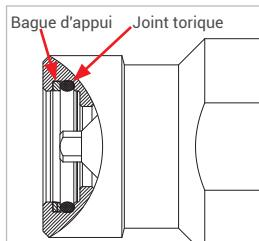
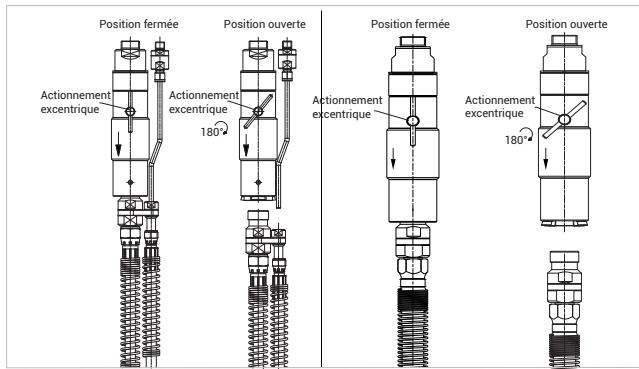

Figure 12
Figure 13
- ▶ Avant d'installer l'insert d'about, vérifier (pos. 7) que les deux composants d'étanchéité (joint torique et bague d'appui, *Figure 12*) respectent l'ordre de montage, sont bien positionnés et intacts. En cas de dommages ou défaut similaire, les garnitures d'étanchéité doivent être remplacées. Se reporter à cet effet au *Chapitre 8.4.1 Remplacement des composants d'étanchéité dans l'insert d'about (pos. 7)* page 27.
- ▶ Le cas échéant, passer l'insert d'about (pos. 7), avec le flexible de remplissage monté, par le tube de guidage (pos. 9) du support de fixation (pos.
- ▶ Tourner l'actionnement excentrique (pos. 2) de 180° (*Figure 13*)
- ▶ Introduire l'insert d'about (pos. 7), avec le flexible de remplissage monté, dans le corps d'accouplement (pos. 1) et, le cas échéant, la conduite de retour du gaz (pos. 6).
- ▶ Fermer les mâchoires de serrage en tournant l'actionnement excentrique vers l'arrière (pos. 2).
- ▶ Vérifier le bon serrage des mâchoires autour de l'insert d'about (pos. 7).